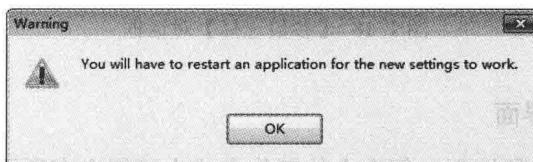

图 1-16 【Warning】对话框
(3) 勾选【Localization】下的“Use localized resources”选项框，弹出【Warning】对话框，如图 1-16 所示。